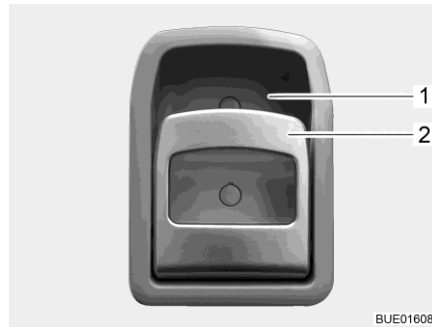
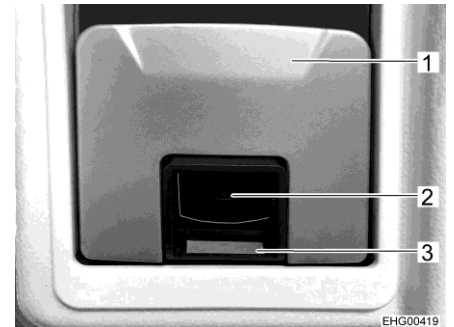

Fig. 53 Cerradura de la puerta (puerta de entrada en el interior)
Fig. 54 Cerradura de la puerta, variante (puerta de entrada en el Interior)
- Abrir:** ■ Tirar por el tirador (Fig. 53,2 ó Fig. 54,1). Se desbloqueará o bien abrirá la cerradura de la puerta.
- Bloquear:** ■ Presionar la parte superior del tirador (Fig. 53,2) hacia el alojamiento del tirador (Fig. 53,1). Se bloqueará la cerradura de la puerta.
- Presionar el área negra (con símbolo de candado) (Fig. 54,2) hacia el interior hasta que se vea el área roja (Fig. 54,3). Se bloqueará la cerradura de la puerta.